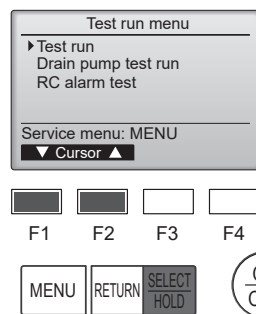

Fig. 7-4
- ④ Sélectionnez "Test run" (Test fonctions) à l'aide du bouton [F1] ou [F2], puis appuyez sur le bouton [SELECT/HOLD] (SÉLECTION/EN ATTENTE). (Fig. 7-4)